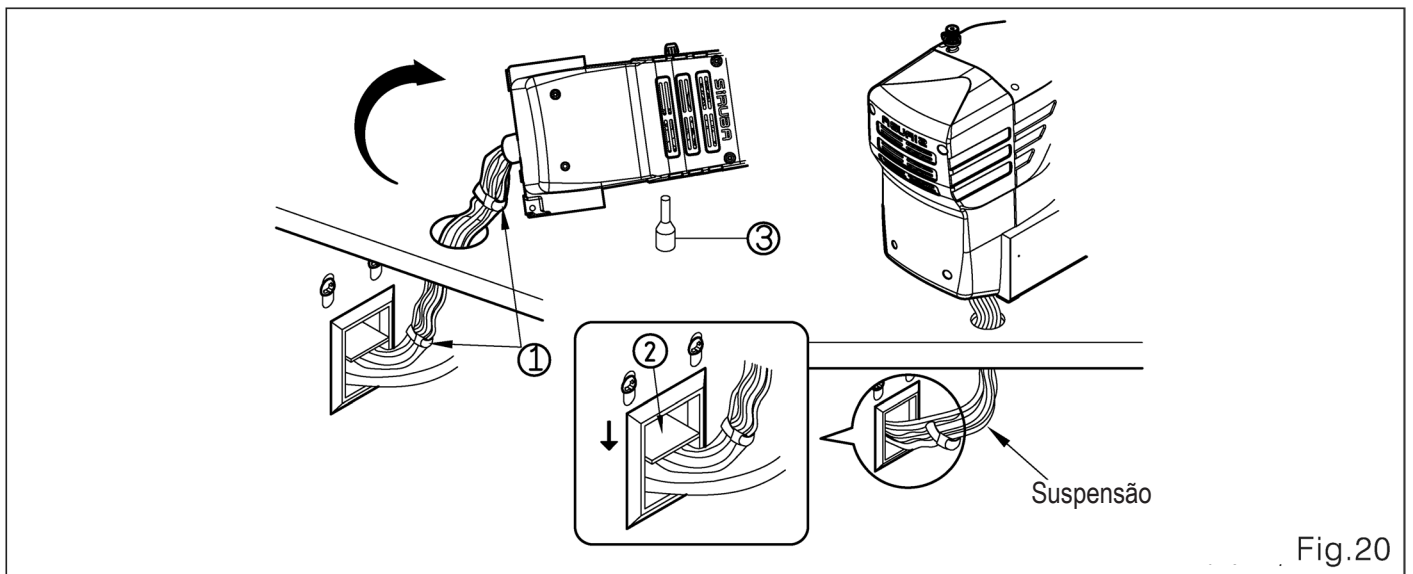

Fig.20
11. Junte e mantenha os cabos fixos. (Fig. 20)